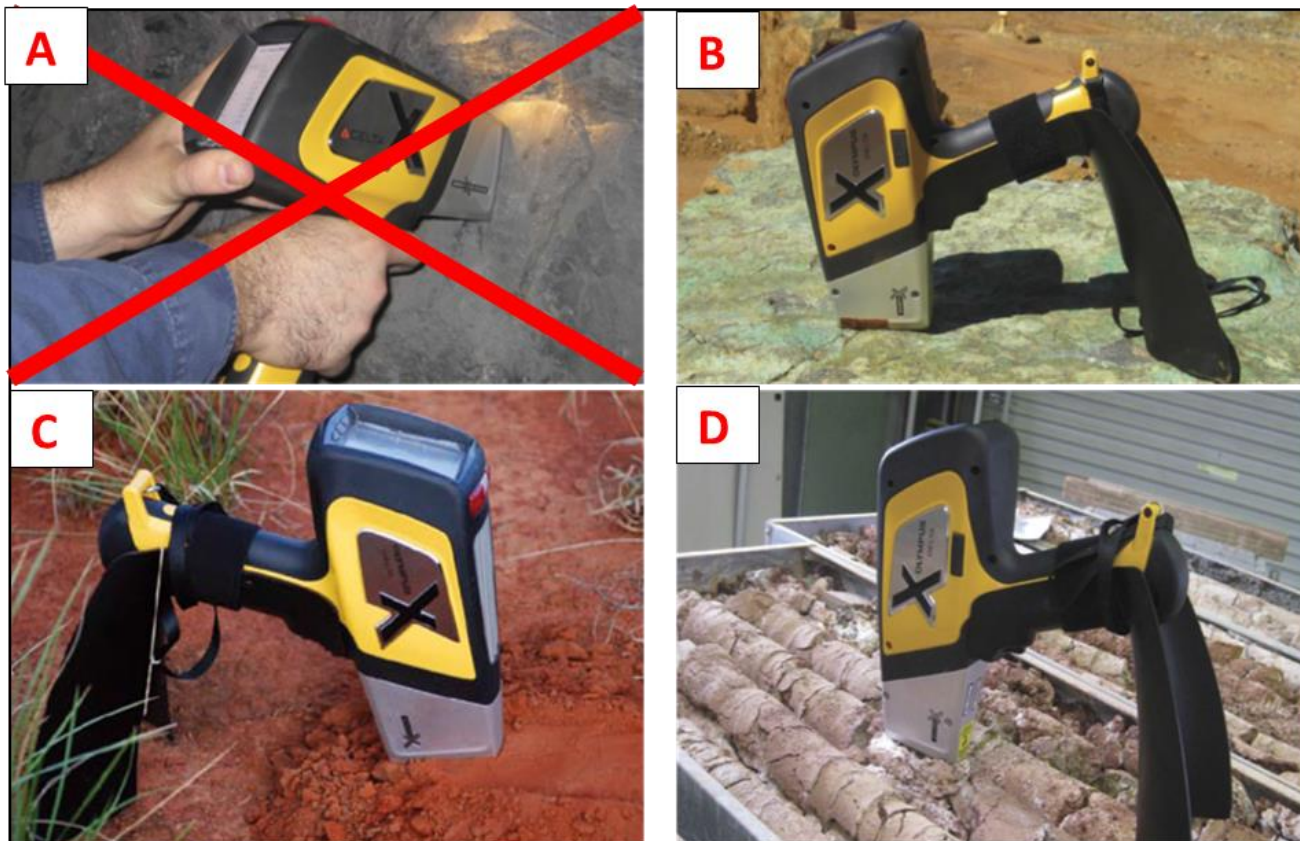

Figura 7 – Imagem mostrando as possibilidades para manuseio do aparelho em campo.
- Caso queira configurar e/ou nomear as amostras analisadas (Recomendado), leia o item 7.2.
- A análise pode ser feita em solos, amostra, afloramentos e testemunhos de sondagem (Figura 7). Após a análise limpe qualquer sujeira que pode ter acumulado na janela do analisador e verifique se a janela não está danificada (rasgada ou furada).